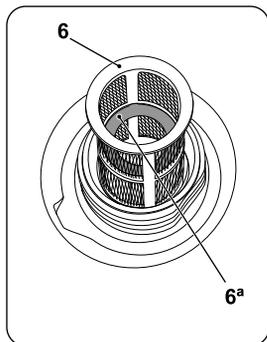

рис. 14
При заправке убедитесь в наличии топливного фильтра (6) (рис. 14) в баке. Не допускайте попадания пыли, грязи, воды и других инородных веществ в топливо.
Не заливайте топливо выше красного кольца (6а), установленного в топливном фильтре (рис. 14), иначе позже, во время работы, оно может перелиться, когда нагреется и увеличится в объеме. Перед запуском двигателя тщательно вытрите пролитое топливо с корпуса и глушителя генератора.